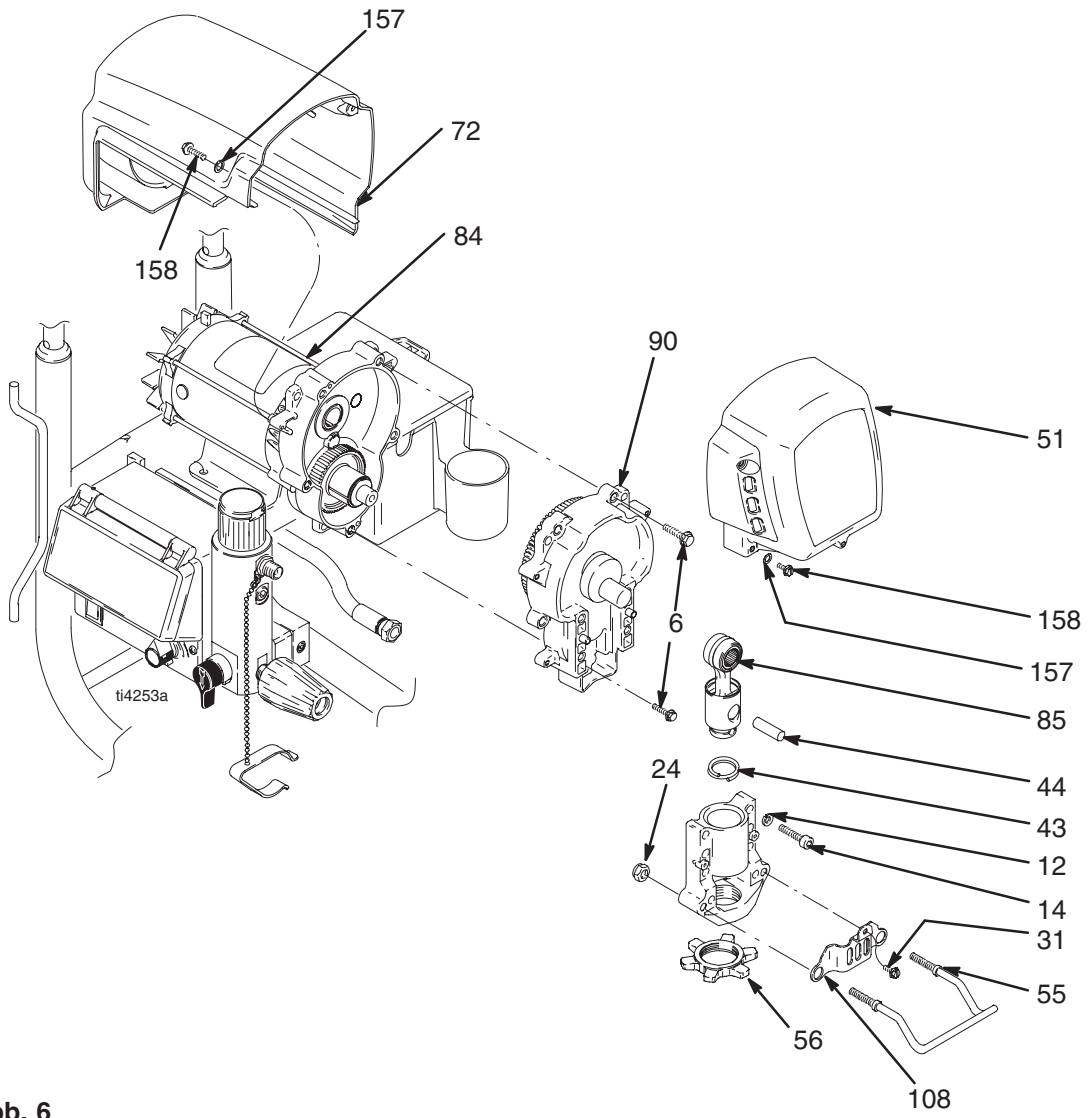

Abb. 6
1. Schraube (31), zwei Muttern (24), Eimergehänge (55) und Kolbenstangenabdeckung (108) entfernen.
2. Die Pumpe (91) ausbauen; siehe **Austausch der Unterpumpe**, Seite 20.
3. Abb. 6. Zwei Schrauben (158) und das Abdeckblech (72) entfernen.
4. Vier Schrauben (158) und die vordere Abdeckung (51) entfernen.
5. Vier Schrauben (14) und Unterlegscheiben (12) entfernen, um Lagergehäuse (83) und Verbindungsstange (85) auszubauen.
7. Fünf Schrauben (6) entfernen und das Getriebegehäuse (90) vom Motor (84) ziehen.
1. Abb. 6. Das Getriebegehäuse (90) auf den Motor (84) schieben und mit fünf Schrauben (6) anbringen. Mit 21 – 23 Nm festziehen.
2. Das Lagergehäuse (83) mit vier Schrauben (14) und Unterlegscheiben (12) anbringen. Mit 34 – 40 Nm festziehen.
3. Die vordere Abdeckung (51) mit vier Schrauben (31) anbringen.
4. Das Abdeckblech (72) mit zwei Schrauben (31) anbringen.
5. Die Pumpe (41) einbauen; siehe **Austausch der Unterpumpe**, Seite 20.
6. Kolbenstangenabdeckung (108) und Eimergehänge (55) mit Schraube (31) und zwei Muttern (24) anbringen.